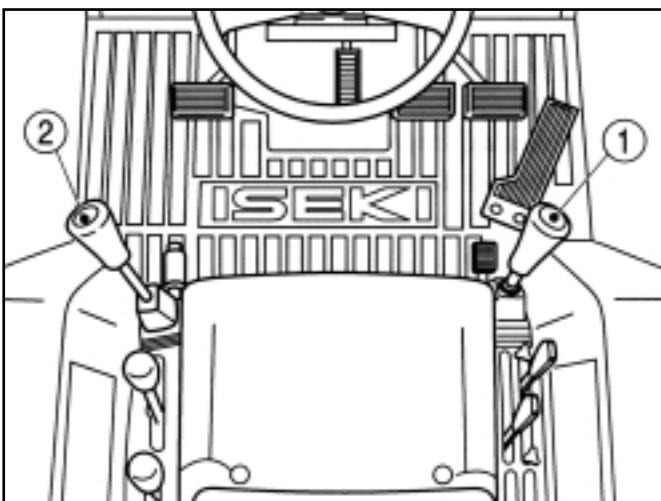

FIG. 39 / ABB. 39 / FIG. 39
Le levier de changement de vitesses (1) dans la Fig. 39 fournit quatre sélections. Le levier de changement entre les positions de gamme (2) fournit quatre grands changements de vitesse. Le levier de changement de vitesses fournit des changements de vitesse moins importants.
Der Ganghebel (1) in Abb. 39 gewährt Zugriff auf vier Gänge. Die Ganggruppe, d. h. die jeweiligen Übersetzungsbereiche dieser Gänge, wird über den Wählbereichshebel (2) vorgegeben. Der Wählbereichshebel schaltet zwischen vier Ganggruppen oder Geschwindigkeitsbereichen um, während der Ganghebel zwischen verschiedenen Übersetzungsstufen wählt.
De versnellingshendel (1) in Fig. 39 beschikt over vier versnellingen. De hendel voor de groepenschakeling (2) regelt de vier grote veranderingen in rijsnelheid. De versnellingshendel regelt de kleinere veranderingen in rijsnelheid.